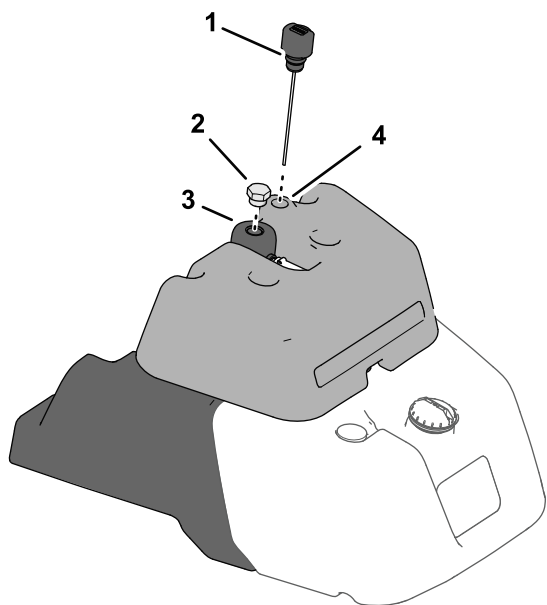

Figura 36
- Se o depósito da sua máquina estiver equipado com indicador de combustível na parte superior, localize a vareta na parte superior do depósito detetor de fugas (Figura 36) e passe para o passo 3.